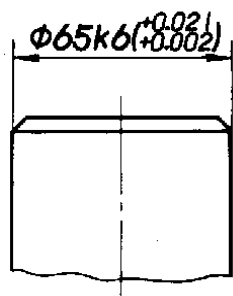

图 5
- 2.1.3 当要求同时标注公差代号和相应的极限偏差时，则后者应加上圆括号（图5、6）。